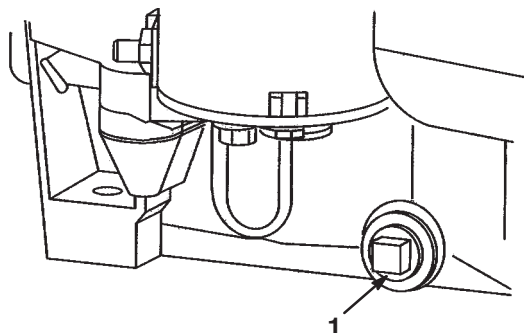

Bild 19
8. Stellen Sie eine Auffangschale unter den Ölpeilstab/den Einfüllstutzen und entfernen die Ablassschraube (Bild 19).